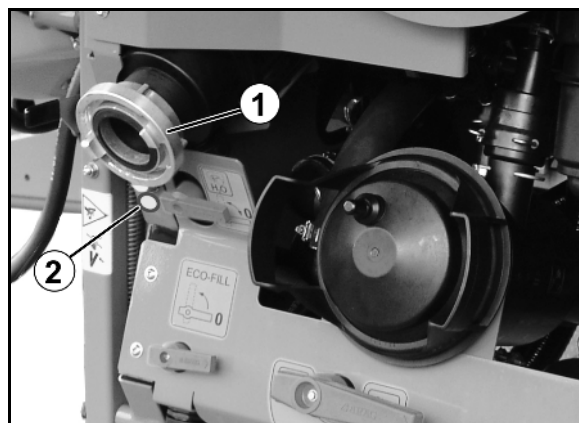

Fig. 48
- Remplissage avec parcours d'écoulement libre et goulot orientable (Fig. 48).